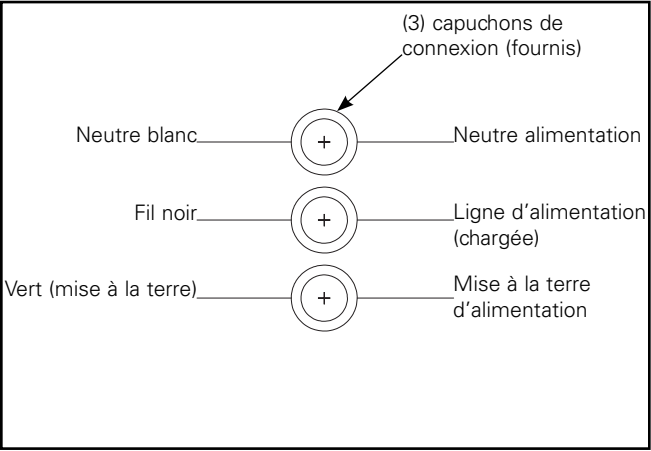

Figure 8. Schéma de câblage
- 2. Effectuez les raccords de câblage à l'intérieur du caisson. Consultez le schéma de câblage pour effectuer les raccords électriques. Raccordez les fils d'alimentation aux fils appropriés du luminaire en utilisant les capuchons de connexion fournis. (Figure 8.)